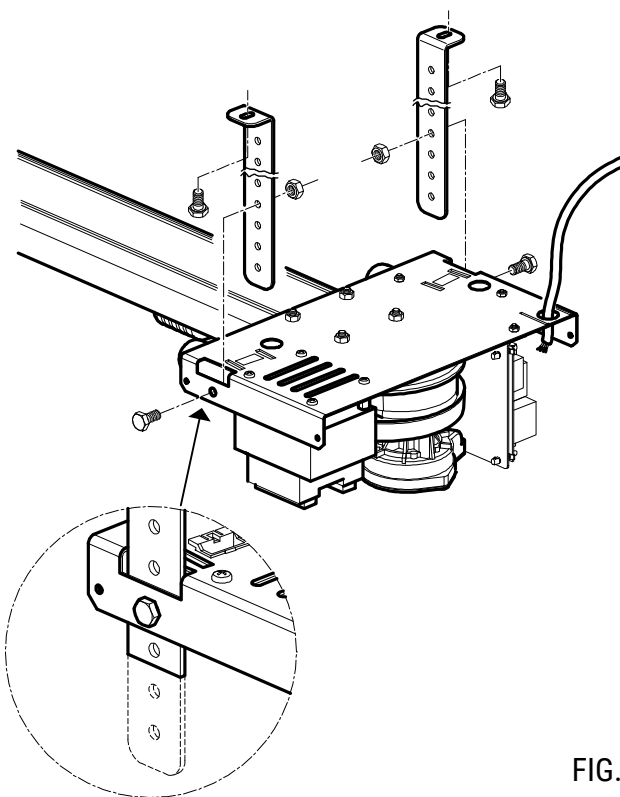

FIG. 3
4. Inserire la base in bolla e fissare con le viti. Tagliare eventuale eccedenza (fig. 3).
4. Insert the base, making sure it is level, and secure with the screws. Cut off any surplus bracket (fig. 3).
4. Befestigen, das gerade ausgerichtete Unterteil einsetzen und mit den Schrauben befestigen. Etwaige Überstände abschneiden (Abb. 3).
4. Introduire la base d'aplomb et fixer avec les vis. Couper éventuellement la partie en excès (fig. 3).
4. Introduzca la base nivelada y fíjela con los tornillos. Corte, eventualmente, el exceso (fig. 3).
4. Coloque a base de forma nivelada e fixe com os parafusos. Corte eventualmente a parte excedente (fig. 3).